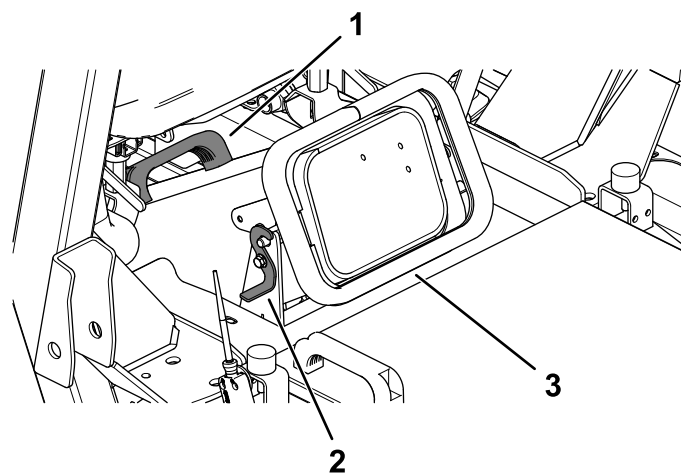

Figure 27
7. Déposez la goulotte en la saisissant par la poignée et nettoyez-la ainsi que l'ouverture du plateau de coupe (Figure 27).
8. Reposez la goulotte et fixez-la avec les verrous (Figure 27).
6. Déverrouillage de la goulotte (Figure 27).